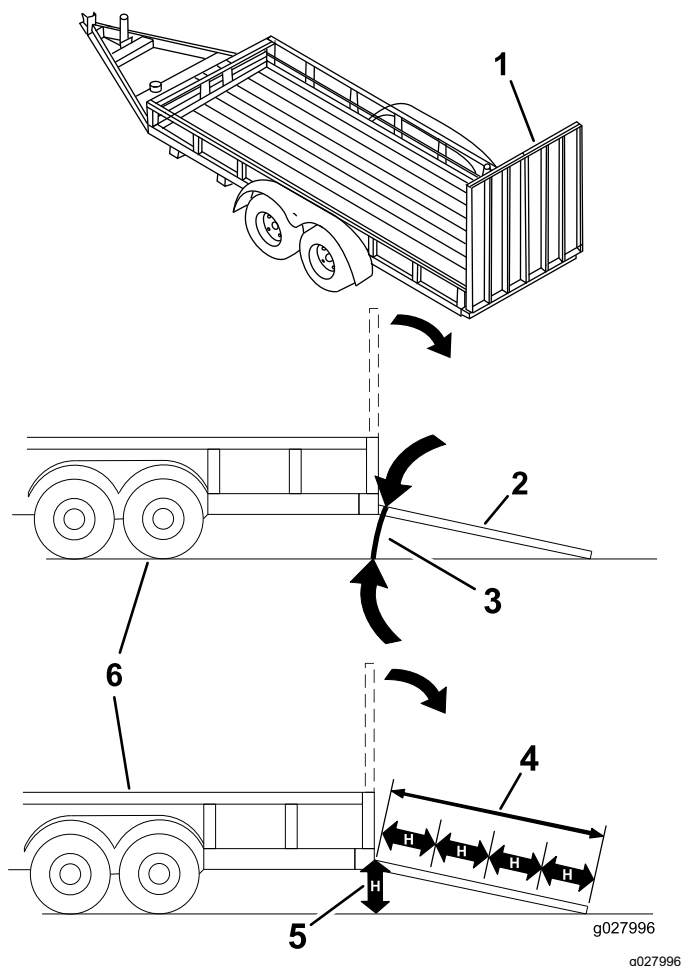

Figura 39
Încărcarea unei maini pe o remorcă sau un camion crește riscul de răsturnare și poate cauza răni grave sau moartea (Figura 39).
3. Coborâi rampa, asigurându-vă că unghiul dintre rampă și sol nu depășește 15 grade (Figura 39).
1. Coborâi rampa, asigurându-vă că unghiul dintre rampă și sol nu depășește 15 grade (Figura 39).